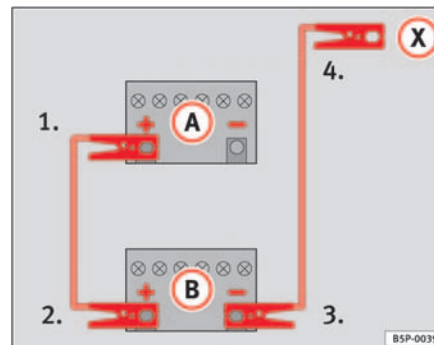

Abb. 156 Schema für das Anklemmen der Starthilfekabel
In der ⇒ Abb. 156 ist **A** die entladene Batterie und **B** die stromgebende Batterie.
1. Klemmen Sie ein Ende des roten Starthilfekabels an den Pluspol ⇒ Abb. 156 ⊕ des Fahrzeugs mit der entladene Batterie ⇒ ⚠.